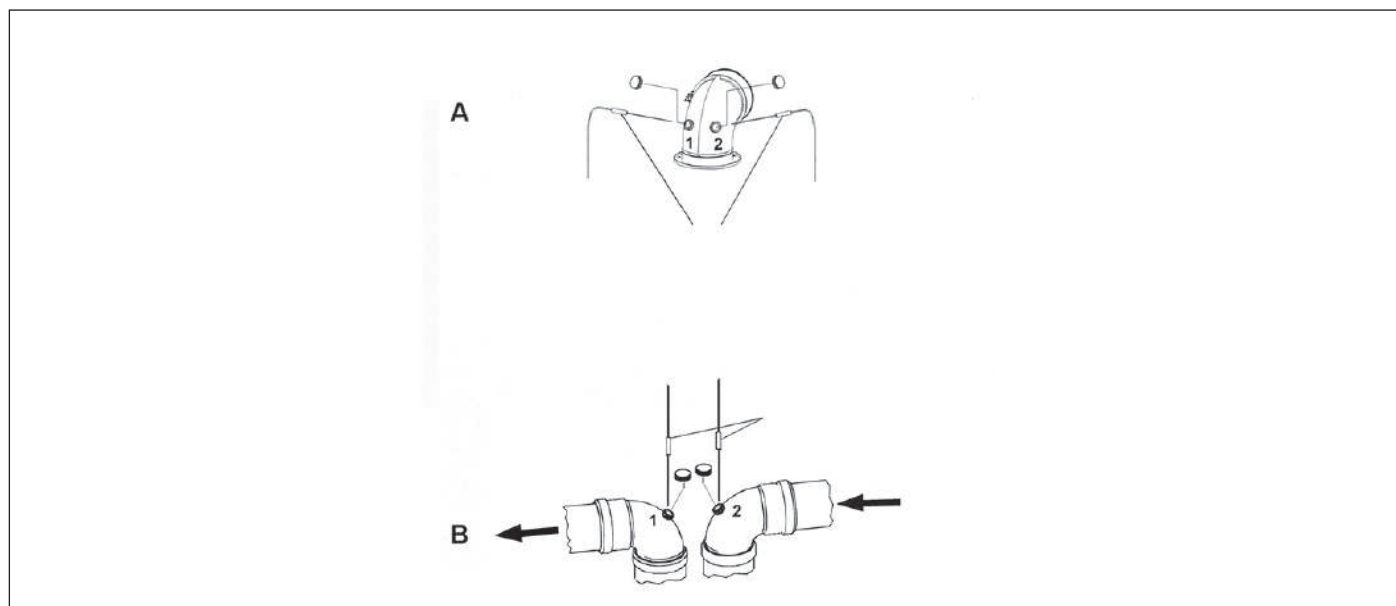

Рис. 14 Примеры мест для контроля дымовых газов
- измерить температуру воздуха для горения через отверстие 2 (смотри дет. **A** Рис. 14 Примеры мест для контроля дымовых газов).
- измерить температуру отходящих газов и содержание CO2 через отверстие 1 (смотри дет. **A** Рис. 14 Примеры мест для контроля дымовых газов).
- измерить температуру воздуха для горения через отверстие 2 (смотри дет. **B** Рис. 14 Примеры мест для контроля дымовых газов).
- измерить температуру отходящих газов и содержание CO2 через отверстие 1 (смотри дет. **B** Рис. 14 Примеры мест для контроля дымовых газов).